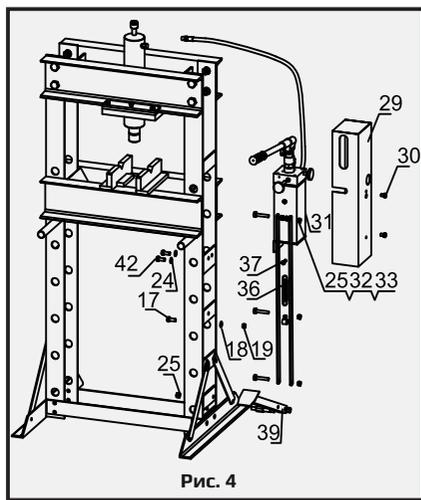

Рис. 4
5) закрепите насос (31) на раме с помощью болтов (42, 17), шайб (24, 18) и гайки (19). Установите пружину педали (36), зафиксируйте ее болтом (37). Присоедините педаль (39) к стойке рамы при помощи болта (25), затем присоедините ее к рукоятке, при помощи болта (25) и гаек (32, 33). Прикрепите защитный кожух (29) к насосу с помощью болтов (30). Рис. 4.